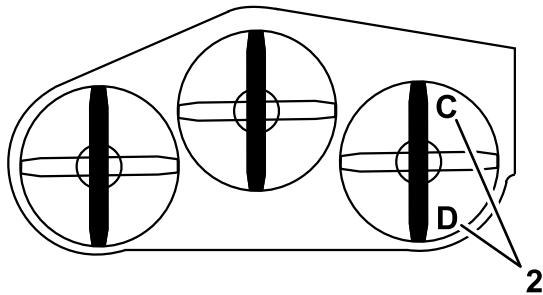

Figura 84
1. Coloque la cuchilla derecha en posición longitudinal (Figura 84).
2. Mida la cuchilla derecha en la posición **C** desde una superficie nivelada hasta el filo de corte de la punta de la cuchilla, y anote esta medida (Figura 84).
3. Mida la cuchilla derecha en la posición **D** desde una superficie nivelada hasta el filo de corte de la punta de la cuchilla, y anote esta medida (Figura 84).